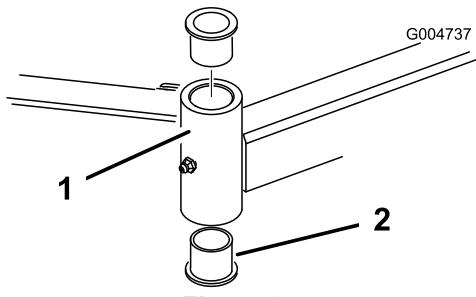

Figura 97
4. Inserte un botador fino en la parte superior o inferior del tubo de montaje y dé golpes hasta retirar el casquillo del tubo (Figura 97). Retire también el otro casquillo del tubo. Limpie el interior de los tubos para eliminar toda suciedad.